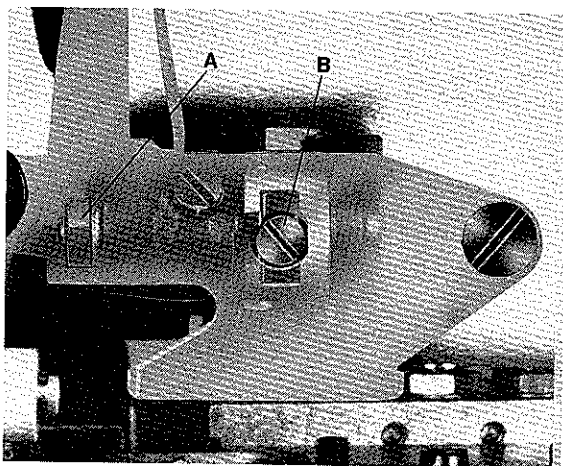

Fig.43
The amount of spreader travel from extreme left to extreme right position can be increased or reduced if required. For adjustment loosen nut (A, Fig. 43), turning screw (B) clockwise reduces and turning it counterclockwise increases the amount of spreader travel.
Der Weg des Legers von der linken zur rechten Endstellung kann bei Bedarf, vergrößert oder verkleinert werden. Zur Einstellung lösen Sie die Mutter (A, Fig. 43), drehen der Schraube (B) im Uhrzeigersinn verkleinert und drehen im Gegenuhreigersinn vergrößert den Legerweg. Ziehen Sie die Mutter (A) wieder an.